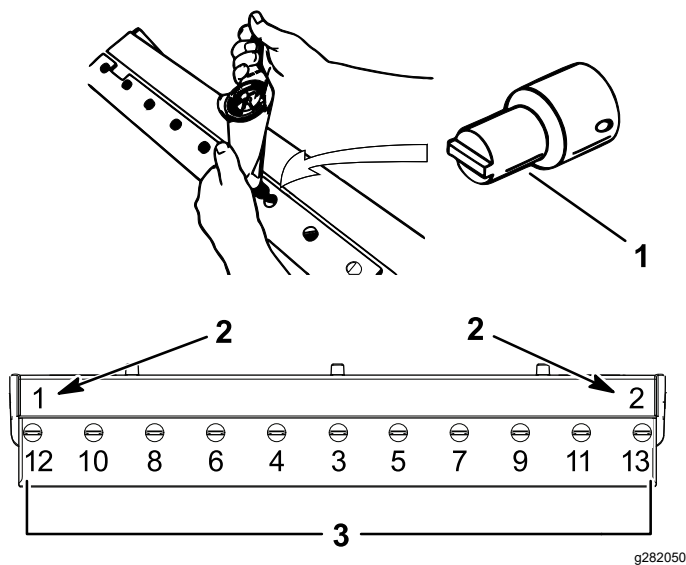

Figure 19
- A. Serrez les 2 vis extérieures à 1 N·m (10 po-lb); voir Figure 19.
- B. En partant du centre de la contre-lame, serrez les vis à un couple de 23 à 28 N·m (200 à 250 po-lb); voir Figure 19.